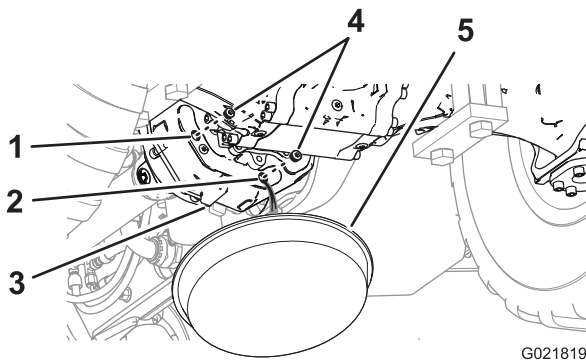

Figura 71
1. Mettete una bacinella di spurgo sotto la parte posteriore dell'alloggiamento della trasmissione (Figura 71).
2. Rimuovete i tappi dal foro spia e dal foro di spurgo nell'alloggiamento della trasmissione (Figura 71).